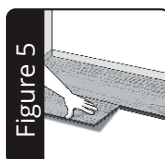

Figure 5
5. Starten Sie die zweite Reihe mit einem Paneel das Sie nach Belieben für das gewünschte Verlegungsmuster zurechtschneiden (gekürzte Paneele sollten nicht kürzer als 20 cm sein). Siehe Abbildung 5. Messen Sie die gewünschte Länge des Paneels ab und markieren Sie diese mit einem Bleistift. Bißen Sie dann die Oberfläche des Paneels mit einem Univer-
5. Start the second row with a plank cut to desired length for desired staggered appearance (cut plank should be no less than 20 cm). See Figure 5. Measure the plank for desired length and mark with a pencil. Then score with a utility knife on top of the plank first (several passes) and then snap the plank. You will also need to back cut the under-pad on the bottom of the plank.